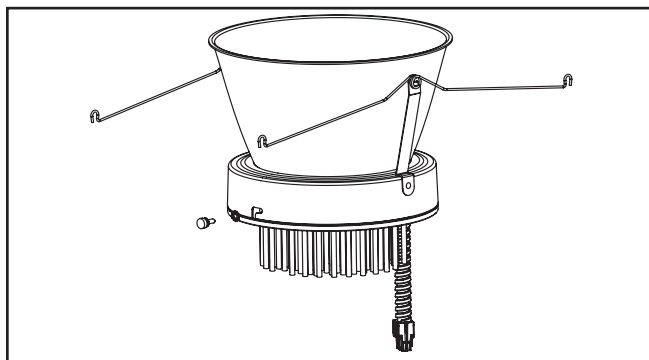

Figure 5.
4. À l'aide des vis à ailettes, attachez solidement la garniture inférieure à la DEL. Alignez la fiche d'alimentation électrique du moteur lumineux à DEL avec le connecteur du boîtier du cylindre et assemblez les. La connexion électrique est maintenant terminée (Figure 5.).